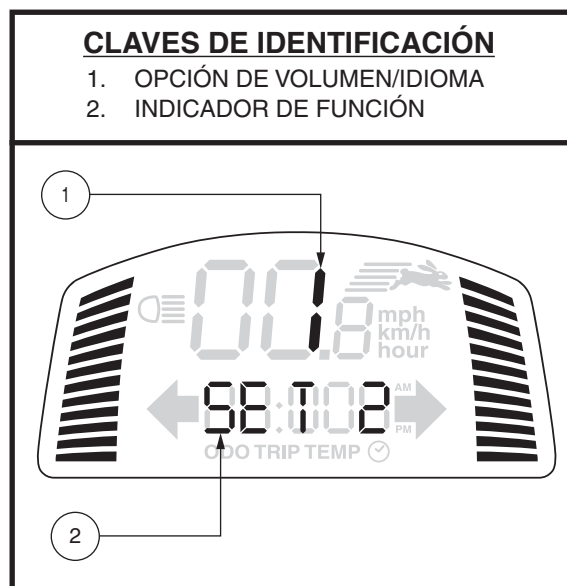

Figura 6. Pantalla del control del volumen
**NOTA:** Las luces intermitentes cuádruples destellarán y sonará un pitido de advertencia mientras las luces de emergencia permanezcan encendidas. Ver la figura 6 para el control del volumen.
El volumen de las luces de emergencia, el claxon, la baja tensión, las señales de giro y el mensaje de error puede encenderse o apagarse de manera separada. **Ver la figura 6.**